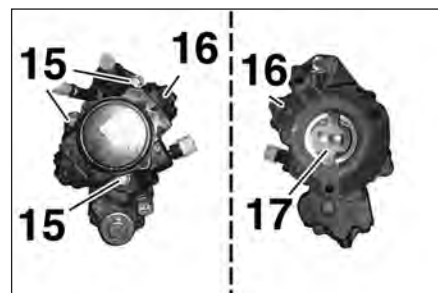

FIG.47
- les vis (15) (Fig.47),
- la pompe haute pression (16),
- le doigt d'entraînement (17).